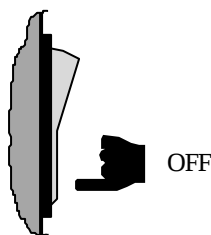

Fig. 6.4.1
- spegnere l'apparecchio (Fig. 6.4.1) ed aprire il sezionatore di linea dell'alimentazione elettrica;